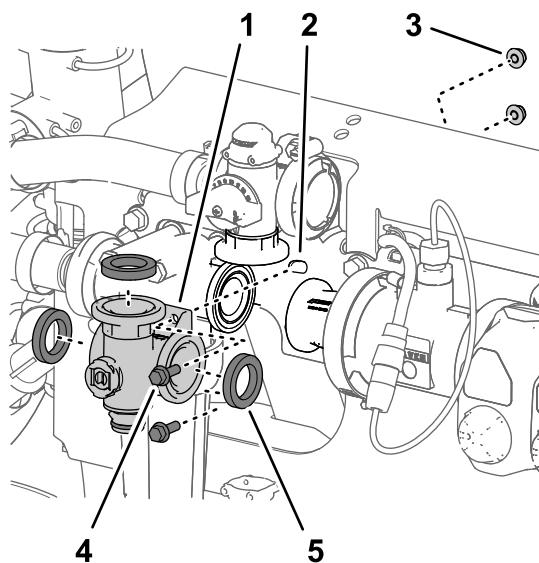

Figure 105
- Retirez les 2 boulons à embase ($\frac{1}{4}$ " x $\frac{3}{4}$ ") et les 2 contre-écrous à embase ($\frac{1}{4}$ ") qui fixent le collecteur de vanne d'agitation au support de vanne (Figure 105).
- Déposez le collecteur de vanne d'agitation et les joints de la machine (Figure 105).